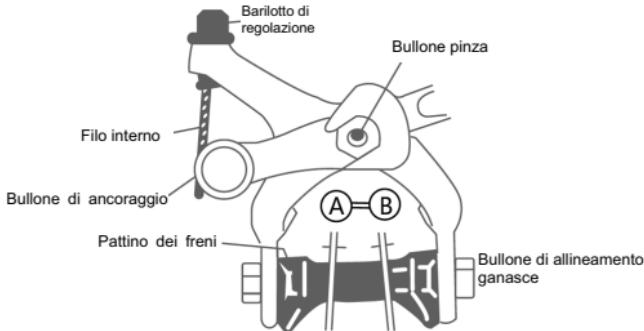

Figura 8
- Entrambi i pattini devono avere la stessa distanza dal cerchio di circa 1-2 mm. Possono essere regolati con i bulloni di allineamento delle ganasce. (Figura 8)